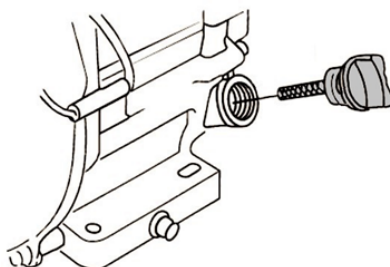

Рис. 6 Крышка-щуп маслосазливной горловины
2. Открутите крышку-щуп маслосазливной горловины и извлеките щуп (Рис. 6).